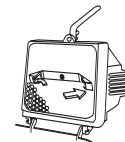

Fig. 6
- Paso 4:** Utilizando guantes o tela suave, presione la bombilla vieja hacia un lado del receptáculo resortado según se indica en el reflector metálico. Remueva el extremo opuesto de la bombilla desde el otro lado del receptáculo. Saque la bombilla nueva de su empaque asegurándose de no tocar la bombilla con las manos desnudas. Invierta este procedimiento para instalar una nueva bombilla de repuesto (Fig.6).